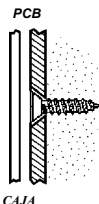

Figura 1: Posición Tornillo de Montaje
- Monte la tapa posterior del transmisor sobre la pared utilizando dos tornillos. Use tornillos ISO 7050 (ST3.5 x 22) o similares de modo tal que la cabeza del mismo no toque el PCB – *ver figura 1.*